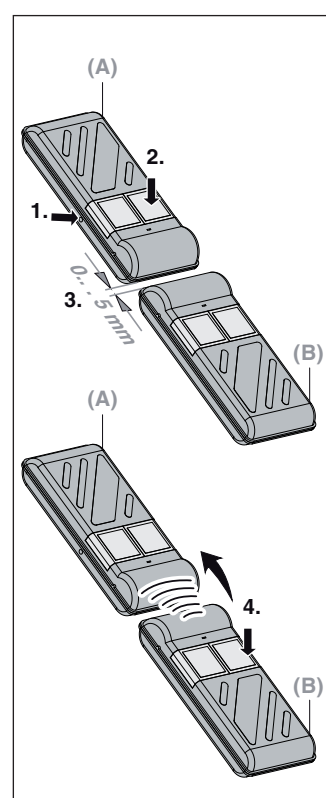

Fig. 3
4.3 Eine Tastenfunktion kopieren (Fig. 3)
4.3 Copy a button function (Fig. 3)